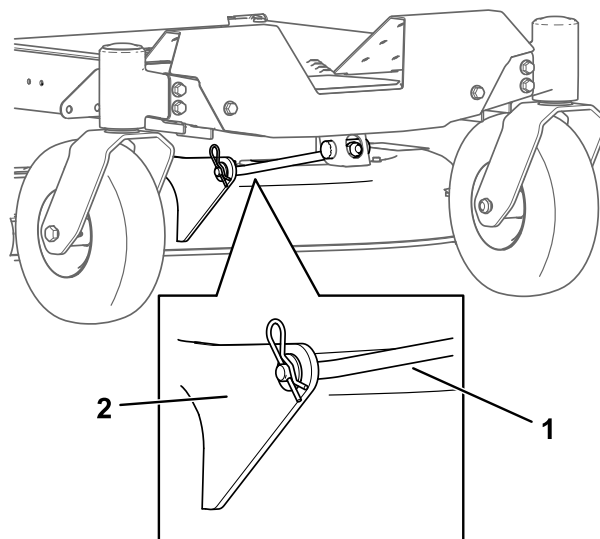

Figura 72
5. Îndepărtați tiftul în formă de agrafă de pe tija de sprijin din faă i scoatei tija din suportul pentru punte (Figura 72).
8. Fixați tija de sprijin față de puntea mainii de tuns iarba cu tiftul cu cap și gaură și tiftul în formă de agrafă (Figura 72).